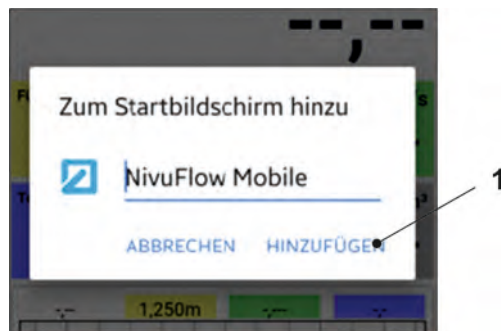

Abb. 32-8 Hinzufügen bestätigen
9. Mit „Hinzufügen“ bestätigen (Abb. 32-8 Pos. 1).